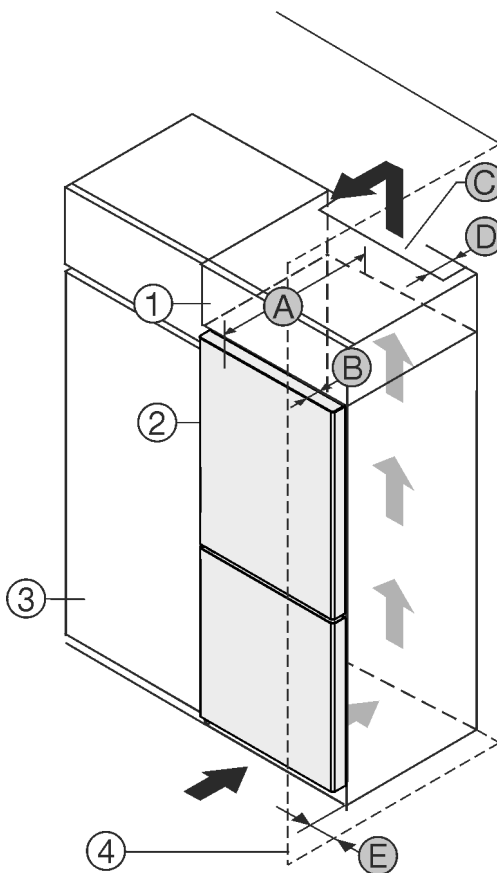

Fig. 1
Zariadenie môžete inštalovať priamo vedľa kuchynskej skrine Fig. 1 (3).*
Na zadnej strane nadstavnej skrine musí byť vetracia šachta s hĺbkou Fig. 1 (D) cez celú šírku nadstavnej skrine.*
Pod stropom miestnosti sa musí dodržať prierez vetracieho otvoru Fig. 1 (C).*
Ak zariadenie nainštalujete so závesmi vedľa steny Fig. 1 (4), tak vzdialenosť medzi zariadením a stenou musí byť minimálne 13 mm.*
Ak zariadenie nainštalujete so závesmi vedľa steny Fig. 1 (4), tak vzdialenosť medzi zariadením a stenou musí byť minimálne 20 mm.*
Aby ste mohli dvere úplne otvoriť, zariadenie musí vyčnievať o hĺbku dverí Fig. 1 (B) prednej časti kuchynskej skrine. V závislosti od hĺbky kuchynských skriň Fig. 1 (3) a použitia dištančných držiakov na stenu môže zariadenie prečnievať ešte viac.*